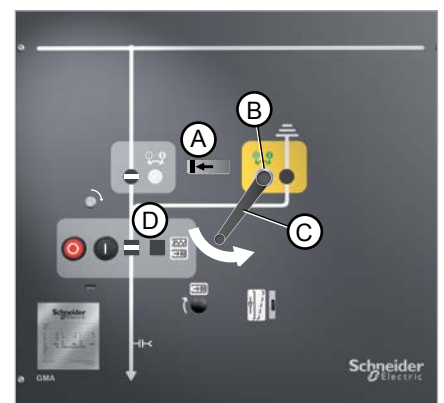

Fig. 70
- A l'inter-déclenchement, l'actionnement de la prise de terre commute le disjoncteur en direction ARRÊT (Fig. 70).
- Dégager l'ouverture d'actionnement du sectionneur de terre (B) en poussant le curseur de demande (A) vers la gauche et enficher la manivelle (C).
- Tourner la manivelle de max. 3 tours dans le sens des aiguilles d'une montre jusqu'à ce que le disjoncteur se coupe (D).